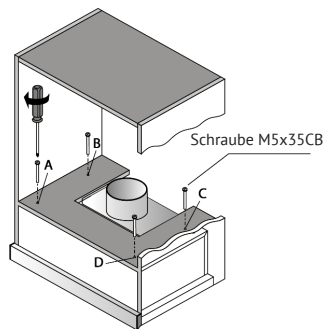

Abb. 5.1
6.6.1 Fertigen Sie eine Papierschablone mit den CDEF-Lochkoordinaten an (Abb. 4), befestigen Sie die Schablone am Möbelregal (Abb. 5.1).